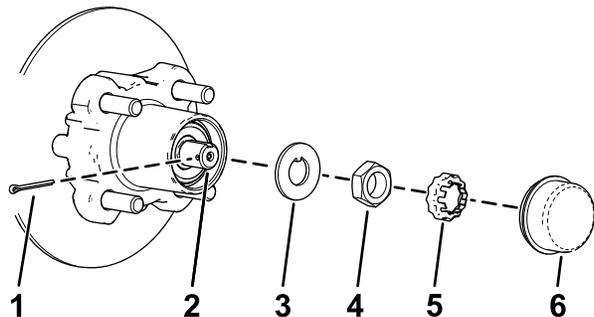
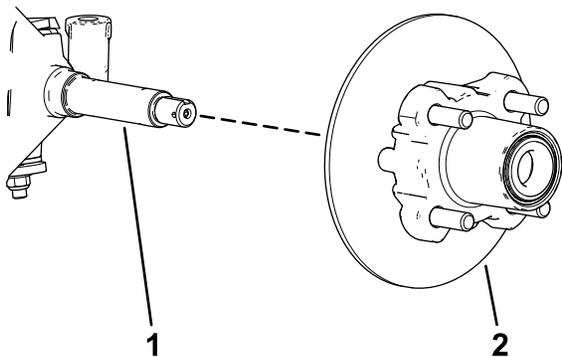

Figura 32
Figura 33
4. Retire o tampão antipoeira do cubo (Figura 32).
5. Retire o contrapino e o retentor da porca do eixo e porca do eixo (Figura 32).
6. Retire a porca do eixo do eixo e afaste o conjunto do cubo e o rotor do eixo (Figura 32 e Figura 33).